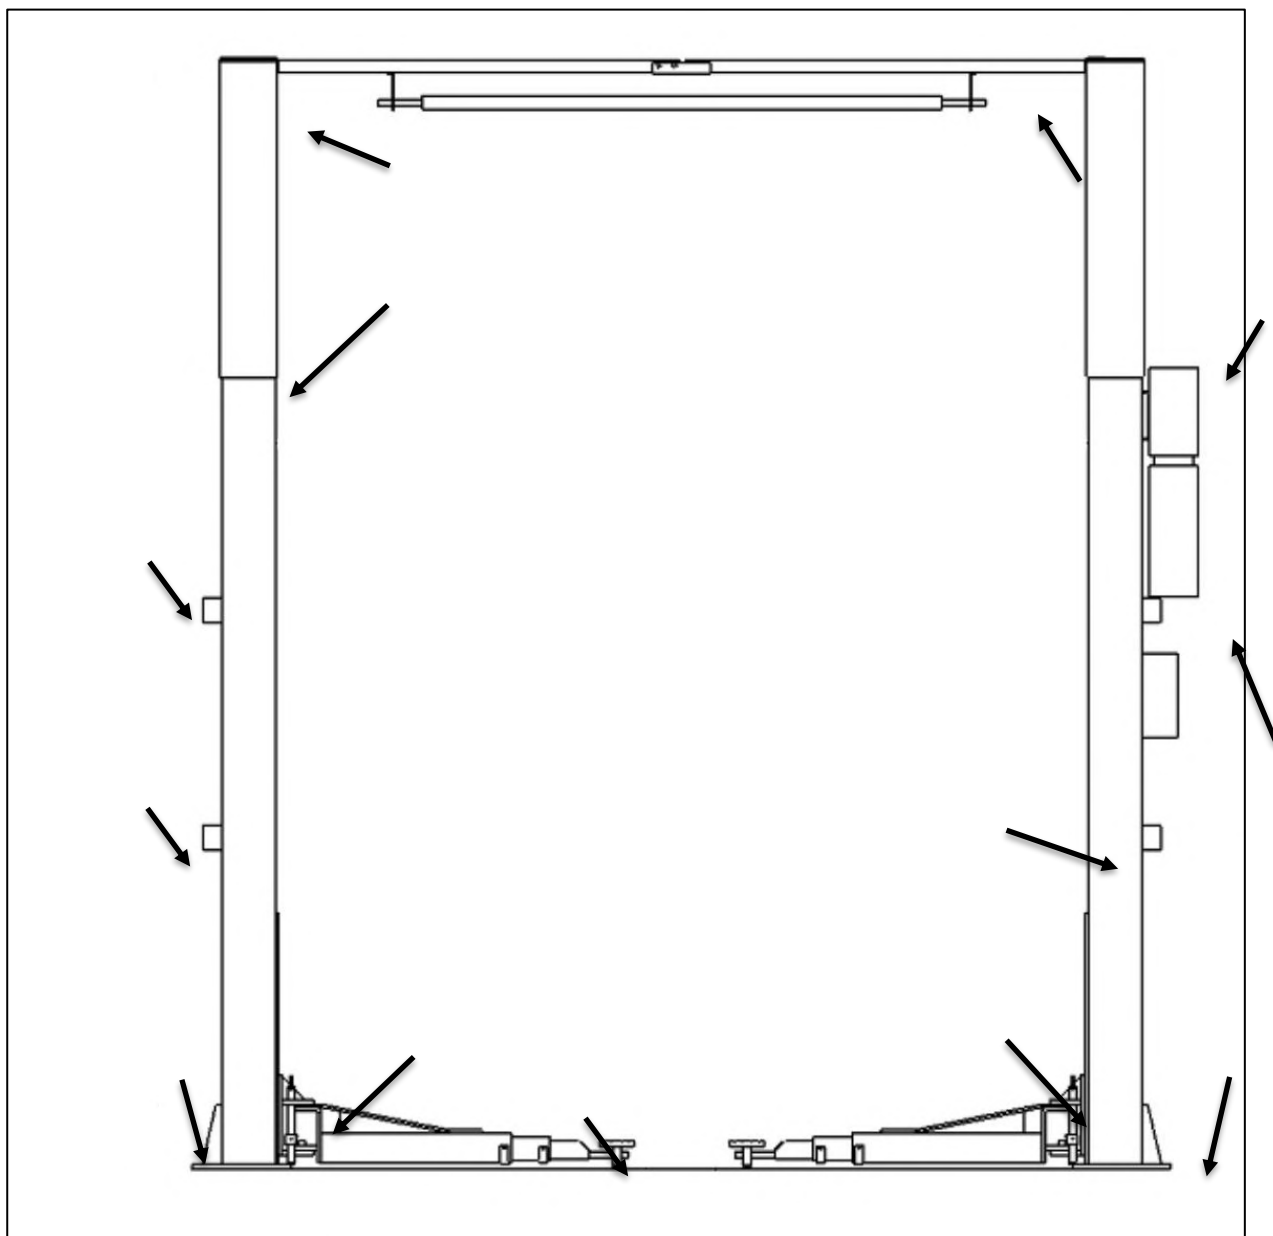

Fig. 26 - Kontroll vid årligt underhåll av maskinen
6.4 Årligt underhåll (visuell översikt fig. 26)